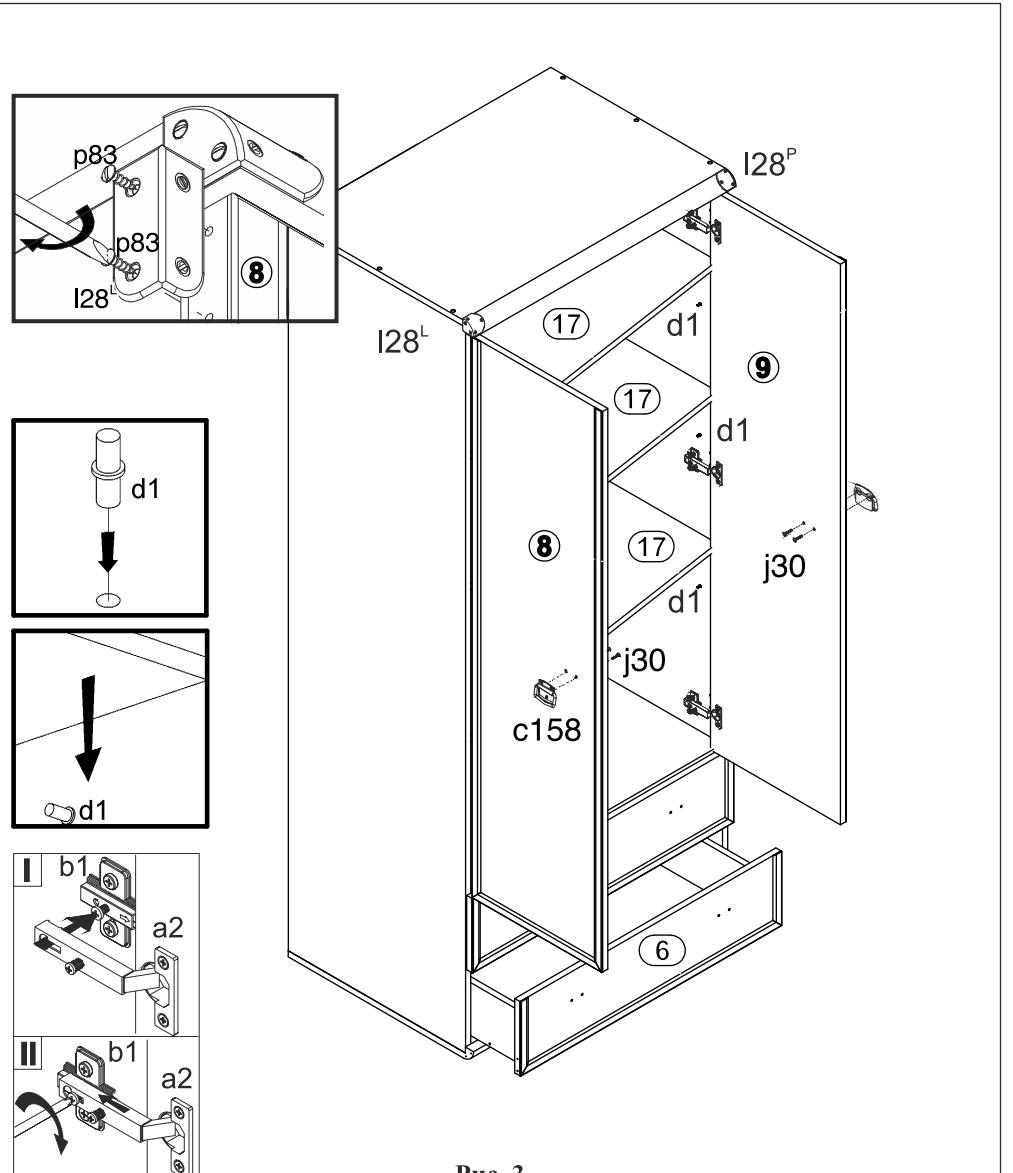
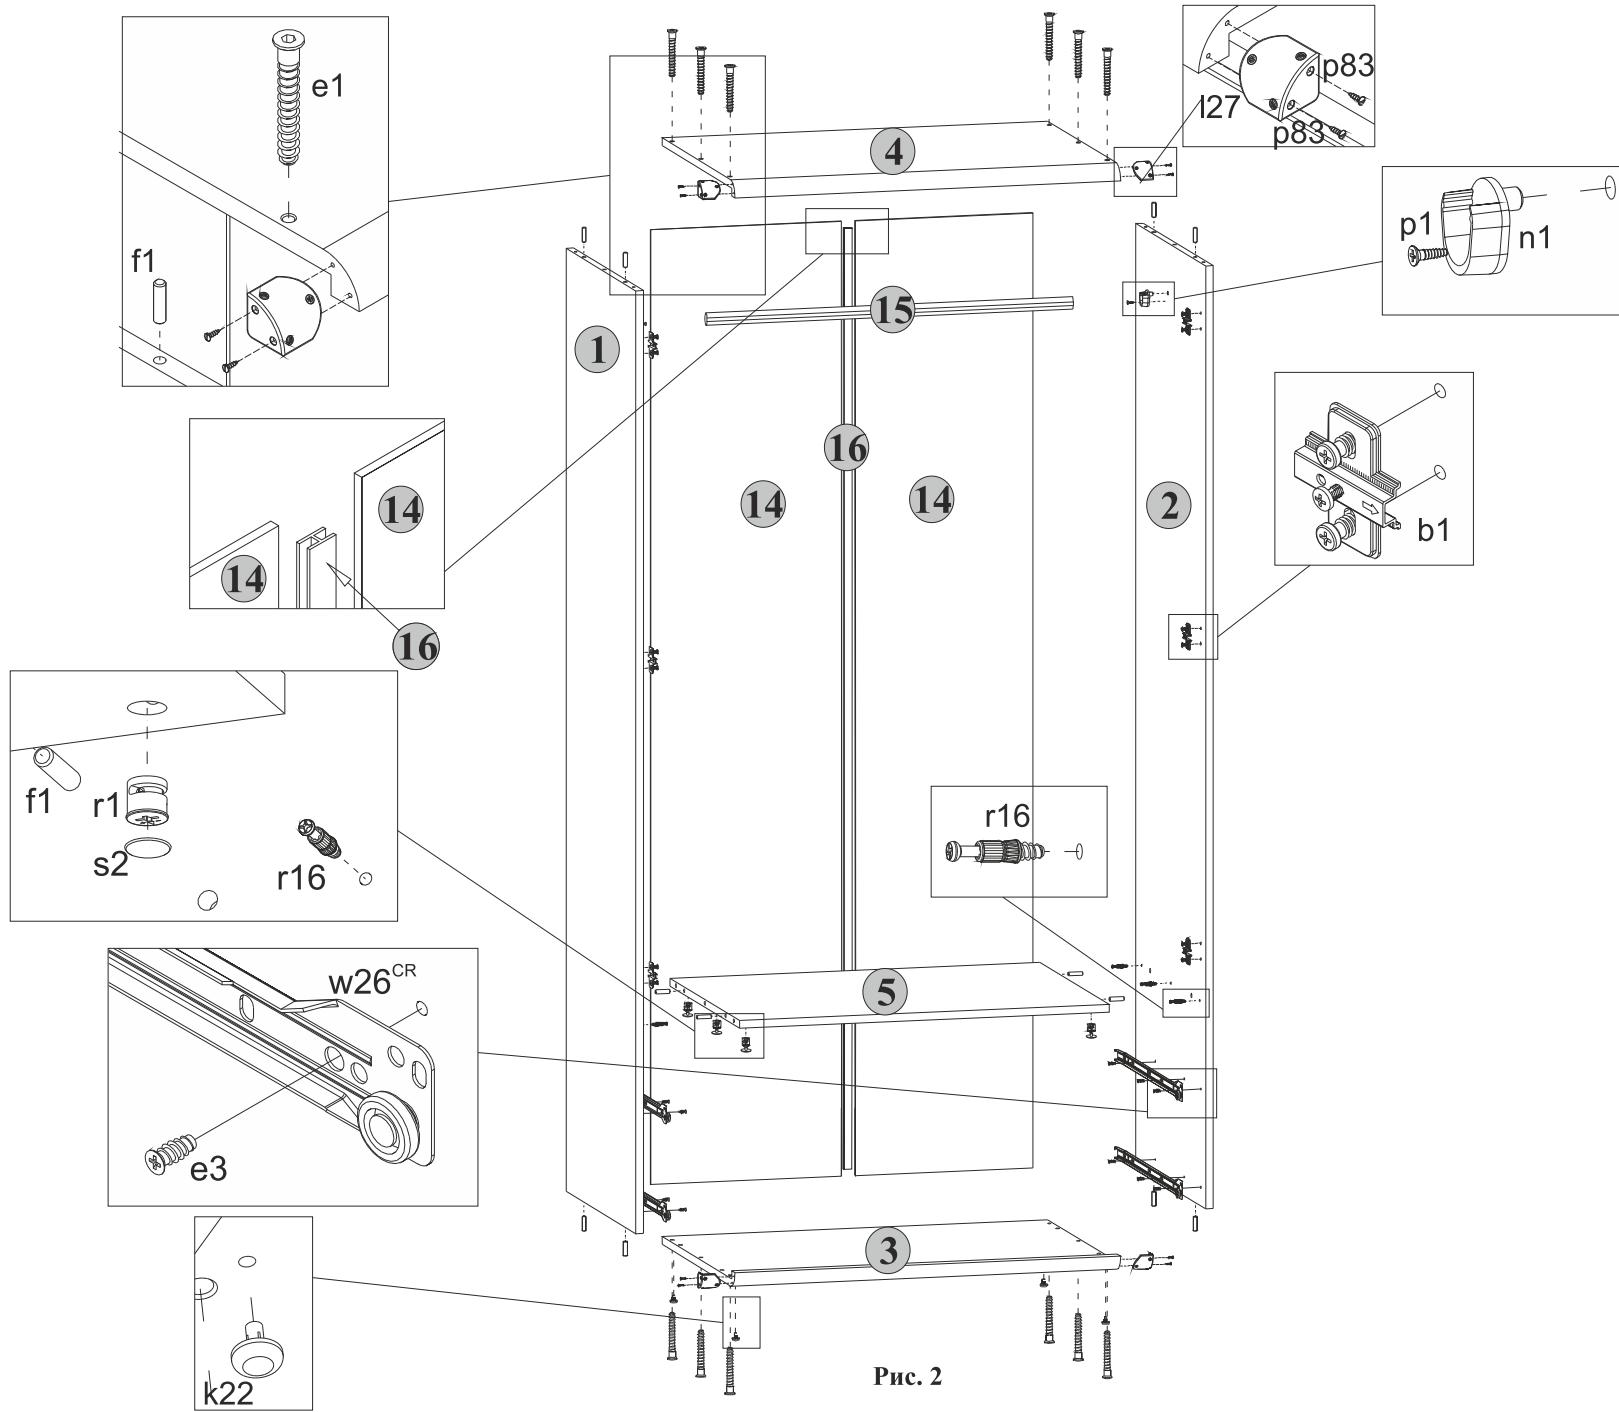

Рис. 3
Рис. 2
5.26 Положить двери 8 и 9 фасадной поверхностью вниз на ровную поверхность. Закрепить на дверях петли шарнирные a2, пользуясь крестообразной отверткой (см.рис.3).
5.27 Навесить двери на корпус шкафа, совместив петли шарнирные a2 с направляющими петель b1 (см.рис.3). При необходимости отрегулировать положение дверей вращая регулировочные винты (см.рис. 2).
5.28 К боковой левой кромке на двери 8 у верхнего угла шурупами p83 закрепить накладку декоративную I28^l, пользуясь плоской отверткой (см.рис. 3).
5.29 К боковой правой кромке на двери 9 у верхнего угла шурупами p83 закрепить накладку декоративную I28^g, пользуясь плоской отверткой (см.рис. 3).
5.30 В отверстия диаметром 5 мм на внутренних поверхностях дверей 8 и 9 вставить шурупы j30, снаружи совместить отверстия ручек c158 с резьбой шурупов и завернуть шурупы j30 пользуясь крестообразной отверткой удерживая ручки (см.рис. 3).
5.31 Для изделия Шкаф JSZF 2d2s установить штангу 15 на штангодержатели n1 (см.рис. 2).
5.32 Для изделия Шкаф JSZF 2d2s с полками установить полки 17 на полкодержатели d1 (см.рис. 3).
5.2 В отверстия диаметром 8 мм на верхних и нижних кромках стенок боковых 1 и 2, а также на боковых кромках полки соединительной 5 вбить деревянные шканты f1 (см.рис. 2).
5.4 В отверстия диаметром 5 мм в фасадных кромках на внутренних поверхностях стенок боковых 1 и 2 закрепить направляющие петель b1, пользуясь крестообразной отверткой, как показано на **рисунке 2**. 5.5 В отверстия диаметром 5 мм над направляющими роликовыми w26^{CL} и w26^{CR} на внутренних поверхностях стенок боковых 1 и 2 вкрутить винты стяжки r16, пользуясь крестообразной отверткой (см.рис. 2).
5.6 Для изделия Шкаф JSZF 2d2s в отверстия диаметром 8 мм на внутренних поверхностях стенок боковых 1 и 2 вставить штангодержатели n1 и закрепить шурупами p1, пользуясь крестообразной отверткой (см.рис. 2).
Для изделия Шкаф JSZF 2d2s с полками в отверстия диаметром 5 мм на внутренних поверхностях стенок боковых 1 и 2 вставить полкодержатели d1 (см.рис. 2).
5.7 На нижней поверхности полки соединительной 5 в отверстия диаметром 15 мм вставить стяжки эксцентриковые r1 (см.рис. 2).
5.8 В отверстия диаметром 4,5 мм на нижней поверхности щита нижнего 3 вставить опоры полимерные k22 (под пятники) (см.рис. 2).
5.10 К стенкам боковым 1 и 2 присоединить щиты нижний 3 и верхний 4 и стянуть еврошурупами e1, пользуясь специальным ключом z1 из комплекта фурнитуры (см.рис. 2).